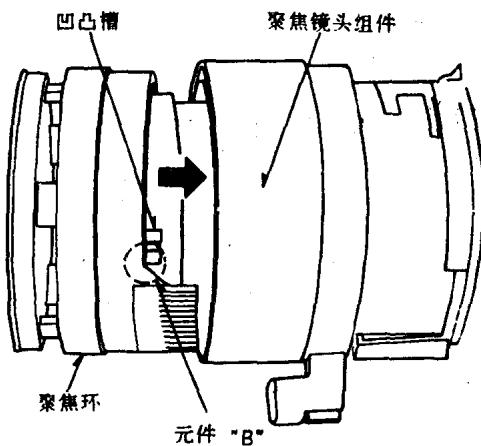

图 T10
(15) 按图 T10 所示安装聚焦环，以使聚焦环上部件 “B” 投到聚焦镜组件上的凹凸槽。